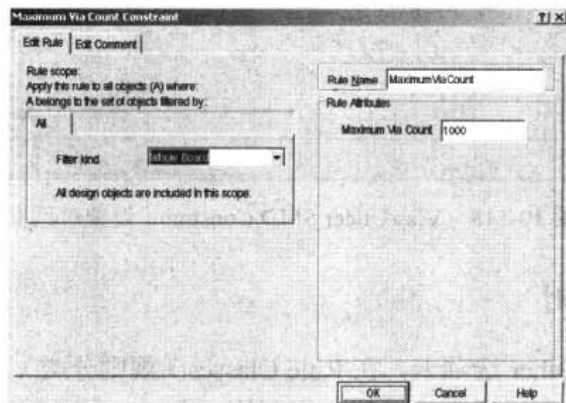

图 10-116 Maximum Via Count Constraint 设置对话框
- **Maximum Via Count Constraint:** 过孔数阈值。该规则用于设置过孔的最大数目, 其设置对话框, 如图 10-116 所示。在 Maximum Via Count 处, 可输入设置值。